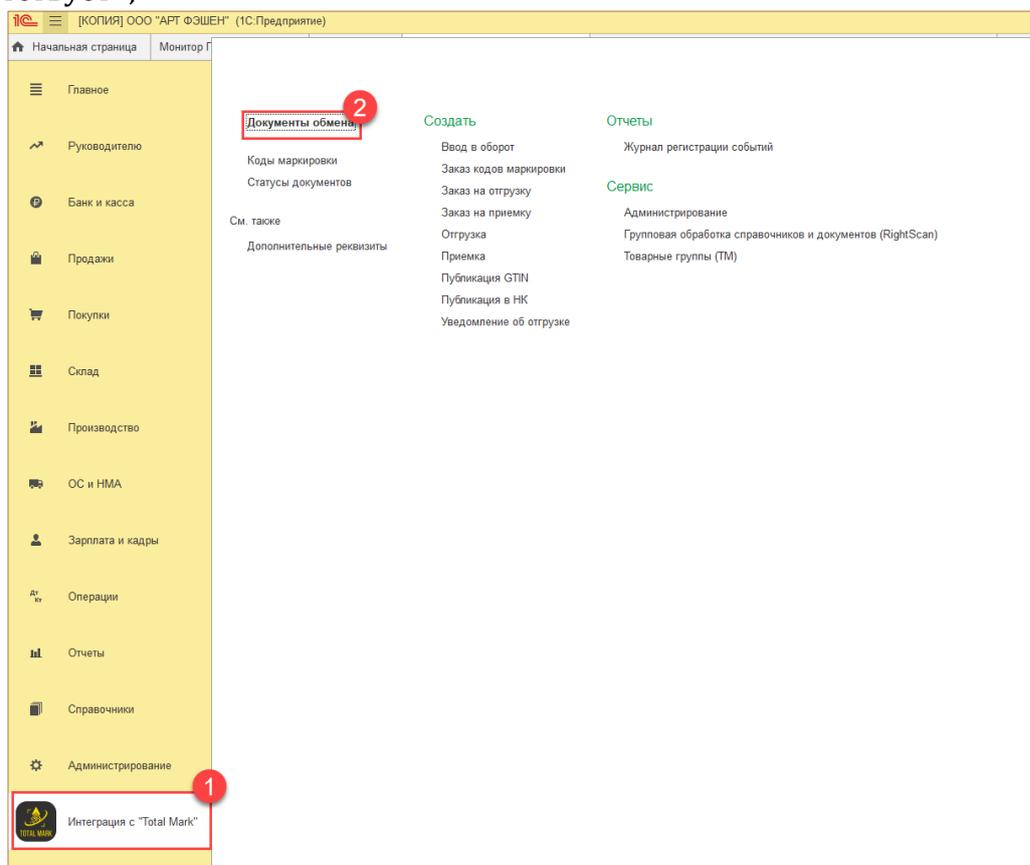
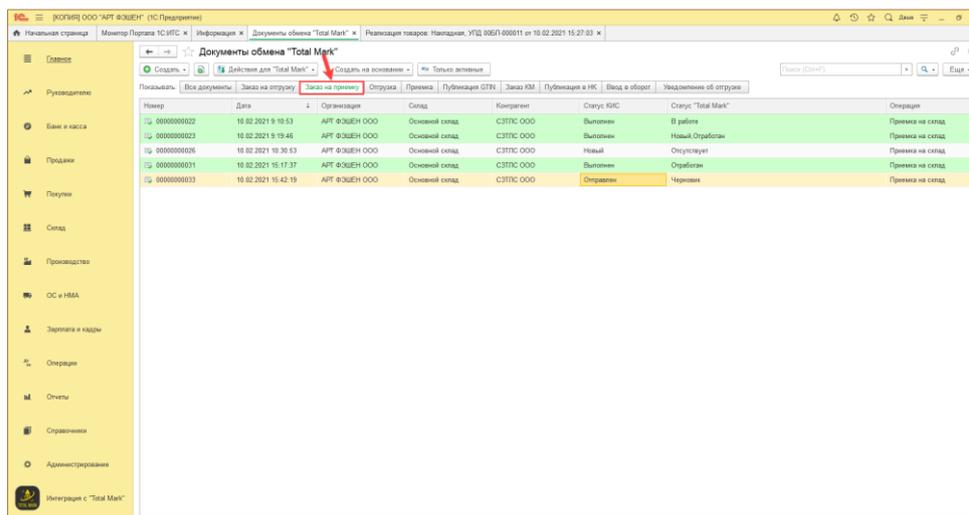

Рис. 10-5 - Создание документа обмена "Заказ на приемку" в 1С:БП
Рис. 10-6 - Создание документа обмена "Приемка"
2.6. Для того, чтобы убедиться, что Заказ успешно выгружен в Total Mark, необходимо открыть список документов обмена (Сервис/Интеграция с Total Mark /Документы обмена) (Рис. 10-5, Рис. 10-6);